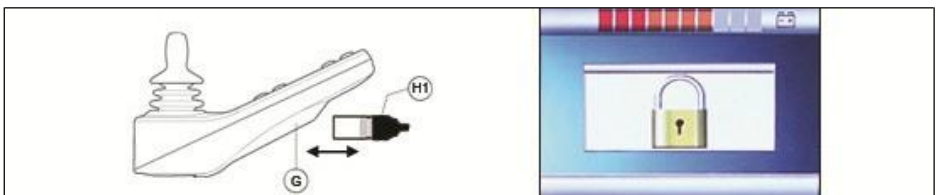

Abbildung 6.1
Verriegeln des Bedienelements mit dem Spezialschlüssel (H1 in Abbildung 6.1):
- Stecken Sie den Spezialschlüssel in den Ladeanschluss (G in Abbildung 6.1) des Bedienelements und ziehen Sie ihn wieder heraus. Der Rollstuhl ist jetzt blockiert und das Display zeigt Folgendes an.